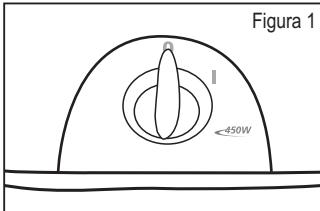

Figura 1
- Certifique-se de que a centrifuga se encontra na posição de desligada "O" e desconecte-a da tomada (**figura 1**)